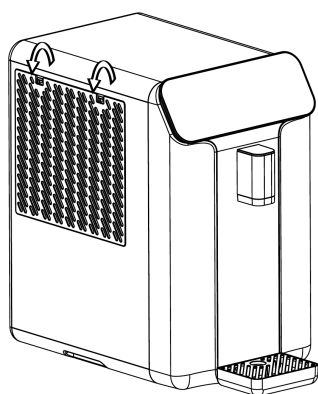

Figure 5 · Ouvrez le capot des filtres sur le côté gauche
2. Appuyez sur les boutons situés de part et d'autre du haut du capot des filtres, sur le côté gauche de l'appareil, et retirez le capot (figure 5).